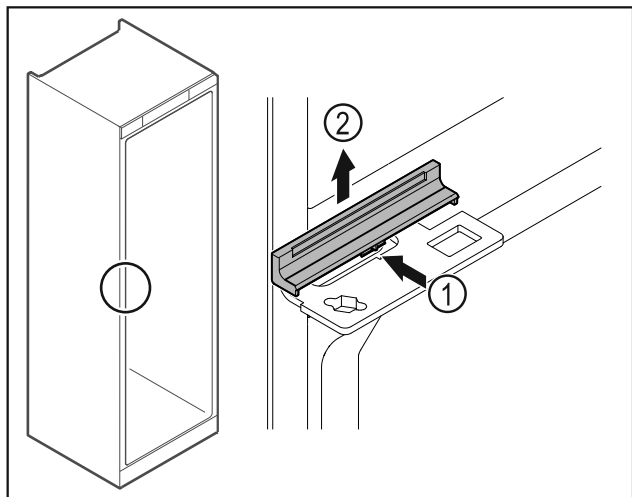

Fig. 48
- Iespiediet mazliet pārsegu Fig. 48 (1) vidū un noņemiet uz augšu Fig. 48 (2).